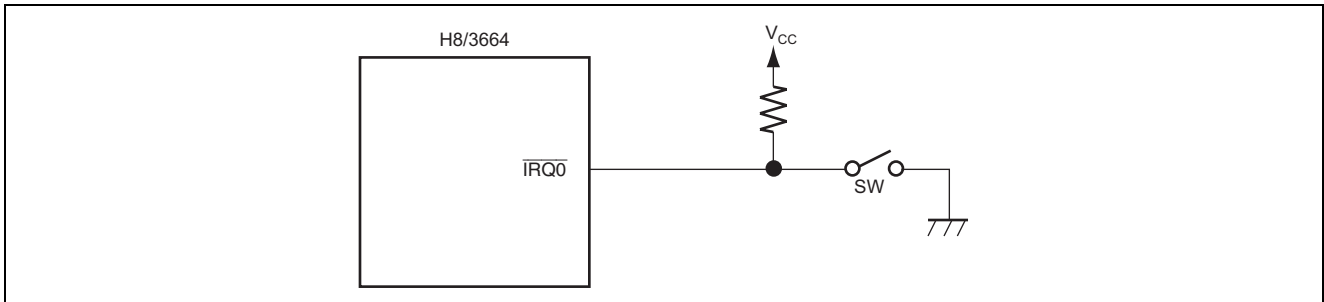

図 1  $\overline{\text{IRQ0}}$  入力端子のスイッチ接続例
5. 図 1 に  $\overline{\text{IRQ0}}$  入力端子のスイッチ接続例を示します。